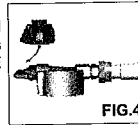

FIG. 4
OUVERT (ON): après avoir monté correctement le adaptateur sur la valve gaz, ouvrir l'arrivée du gaz en tournant le levier d'un demi-tour dans le sens inverse aux aiguilles d'une montre pour le mettre sur ON/ ouvert. Le symbole de la flamme rouge et l'inscription ON sont clairement visibles. Voir la fig. 4.